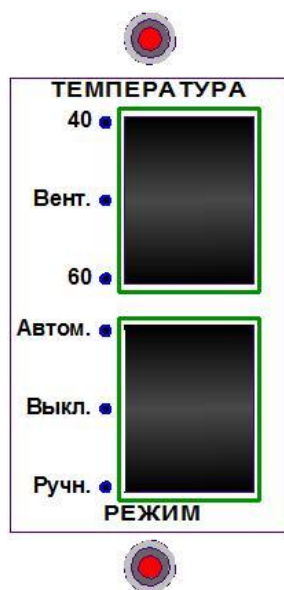

Рис. 23 Панель управления
5.1 На рис.23 представлена панель управления шкафом с переключателями режимов работы и световыми индикаторами.